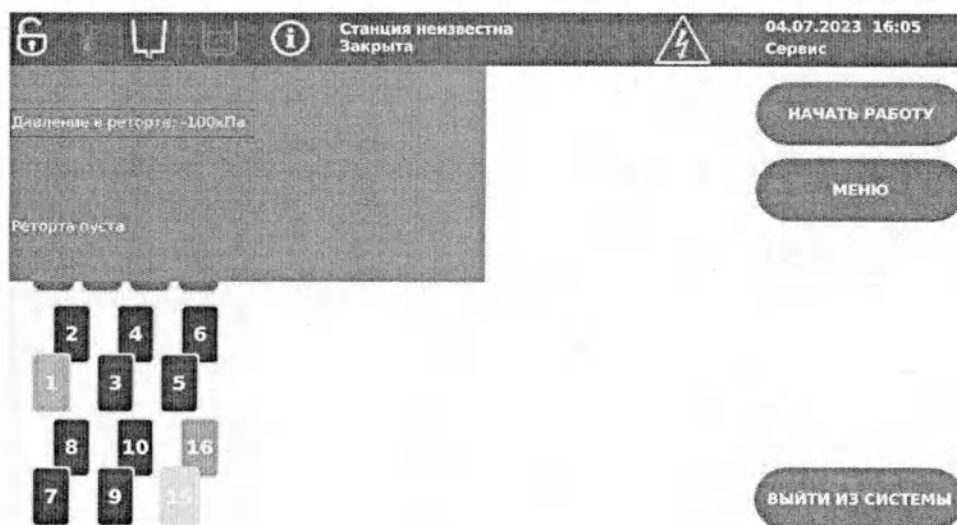

Рисунок 3.20 – Индикатор давления
3) Индикатор давления в реторте (Рисунок 3.20) – элемент графического интерфейса Пользователя, информирующий о давлении в реторте посредством вывода во всплывающем окне следующего параметра: